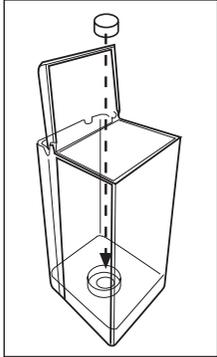

Fig. 19
- Introduire l'adaptateur dans le réservoir en poussant à fond (Fig.19)